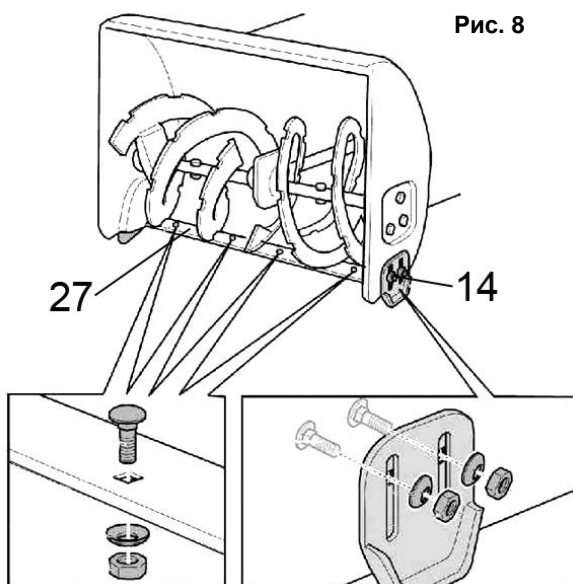

Рис. 8
- При замене ножа (27)(См. Рис.8), открутите болты, гайки с шайбами крепления ножа к снегозаборнику.
- При использовании снегоуборщика на неровной поверхности (гравийные дорожки и т.п.), следует устанавливать максимальное расстояние между ножом (27) (См. Рис.8) и поверхностью земли, перемещая башмаки максимально вниз относительно корпуса снегозаборника.
- При использовании снегоуборщика на ровных и твердых поверхностях, устанавливайте минимальное расстояние между ножом (27) (См. Рис.8) и поверхностью земли, перемещая башмаки максимально вверх относительно корпуса снегозаборника.
- Если ограничительные башмаки (14) будут выставлены таким образом, что подрезной нож (27) (См. Рис.8) будет касаться очищаемой поверхности, то это может привести не только к преждевременному износу подрезного ножа, но и к преждевременному износу ходовой части снегоуборщика.